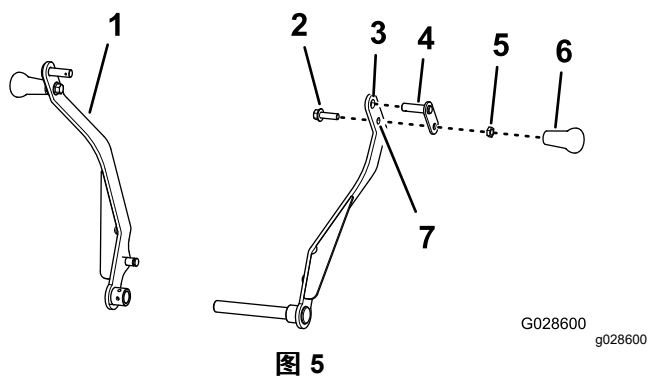

图 5
1. 穿过托架臂上的上孔组装枢轴销图 5。
3. 将螺栓  $\frac{3}{8}$  x  $1\frac{1}{4}$  英寸穿过托架臂的下孔和枢轴销图 5 的卡环与锁紧螺母  $\frac{3}{8}$  英寸组装在一起然后上紧锁紧螺母扭矩至 1517N·m。
4. 将手柄拧到螺栓  $\frac{3}{8}$  x  $1\frac{1}{4}$  英寸上然后拧紧手柄使其抵靠锁紧螺母最后用手拧紧手柄图 5。
5. 对另一个托架臂重复步骤 1 至 4 图 5。